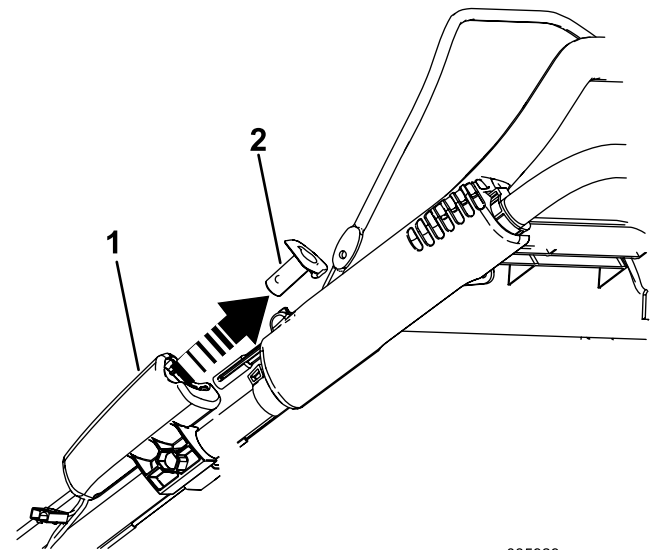

Bild 21
1. Ziehen Sie die Elektrostarttaste (falls vorhanden) ab, siehe Bild 21.